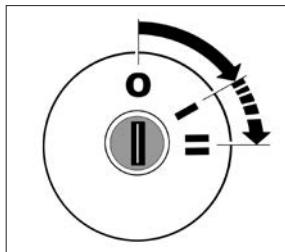

Рис. 35. Выключатель зажигания
**0** (рис. 35) – выключено. По-ложение фиксированное. Ключ вынимается.
Рис. 35а. Выключатель зажигания